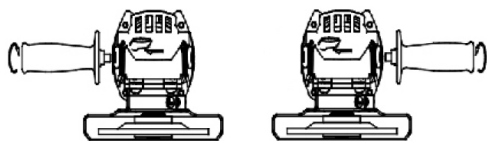

Fig. 2 – Montagem do punho auxiliar (à direita ou à esquerda)
- Retire o punho auxiliar girando-o em sentido anti-horário, conforme Fig.2.